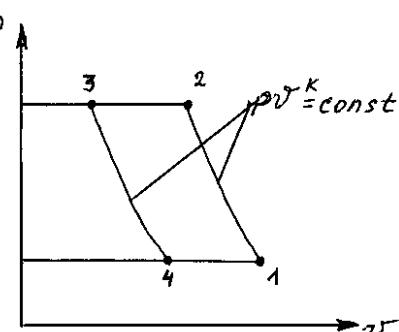

Рис. 3.
6. Для воздушной холодильной машины, цикл которой изображен на рис. 3, служащей для охлаждения помещения до -5°C , определить удельные значения работы: затраченной на привод компрессора, производимой в детандере и затраченной на охлаждение. Определить также холодильный коэффициент и удельную холодильную производительность. Известно, что сжатие в компрессоре происходит до $p_1 = 300 \text{ кПа}$ и расширение в пневматическом двигателе до $p_2 = 98 \text{ кПа}$. Температура охлаждающей воды равна 20°C . Принять массовую теплоемкость воздуха $c_p = 1,005 \text{ кДж/(кг}\cdot\text{К)}$, а показатель адиабаты $k = 1,41$.